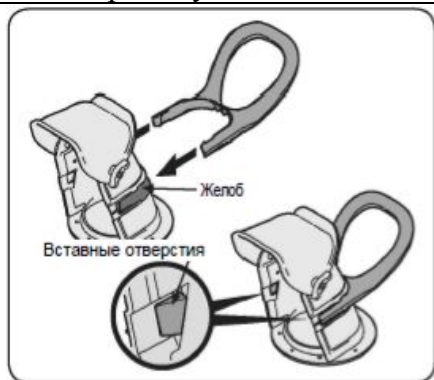

Рис. 3
1. Установите рукоятку желоба, как показано на Рис. 3. Будьте внимательны, чтобы ручка прилигала в направляющих желоба и защелки зафиксировались по месту.